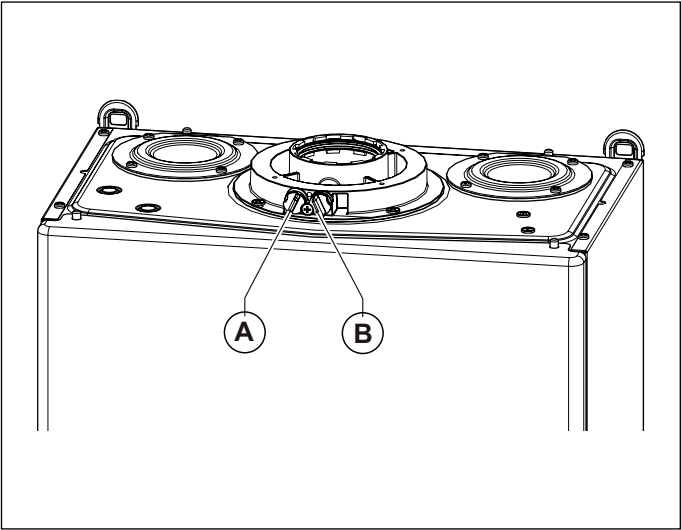
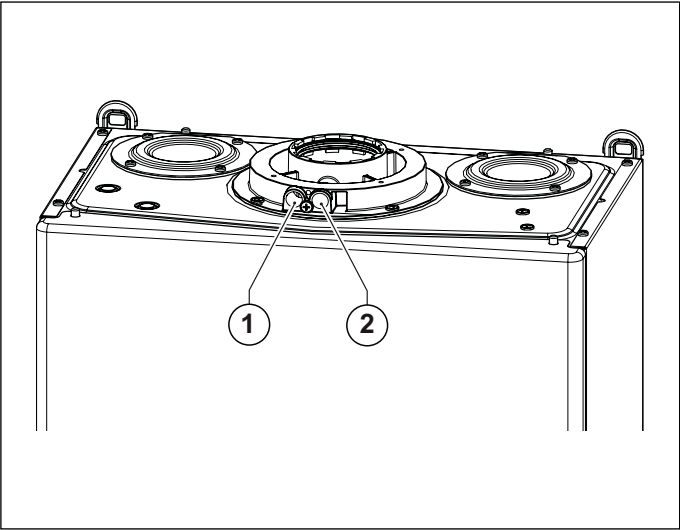

图 17 封盖位置
图 18 测量孔位置
锅炉上部拥有一个连接进气排烟系统的烟塔（参见 图 17 封盖位置 以及 图 18 测量孔位置）。
烟塔上，预置了可以直接对空气和烟气进行直接测量的测量孔（参见 图 18 测量孔位置）。
在测量前，需要从烟塔上测量孔中去除封盖A和B。 图 17 封盖位置。
- 通过对应孔洞1检查空气（参见 图 18 测量孔位置）。
- 检查烟气温度和对对应孔洞2的CO2含量（参见 图 18 测量孔位置）。